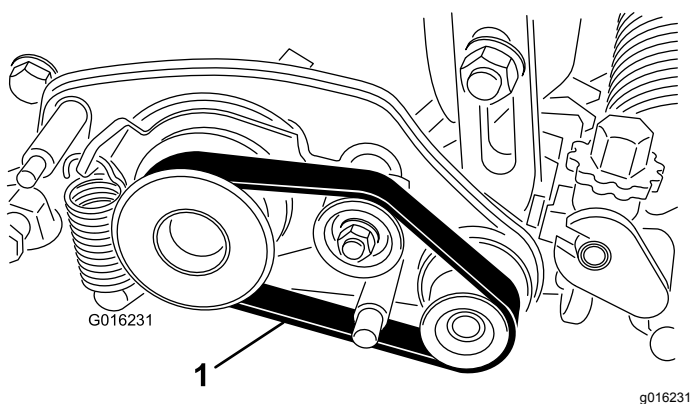

Figure 17
- Acheminez la courroie sur la poulie d'entraînement, la poulie de tension et la poulie menée, comme montré à la Figure 17.